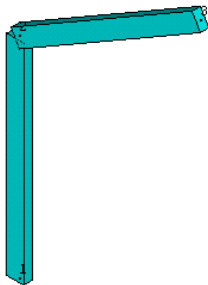

图 16-28 单元形状与大小的显示
⑪改变视图方向: Utility Menu > PlotCtrls > Pan,Zoom,Rotate, 打开“Pan-Zoom-Rotate”工具栏。单击“Iso”按钮, Utility Menu > Plot > Elements, 结果如图 16-28 所示。